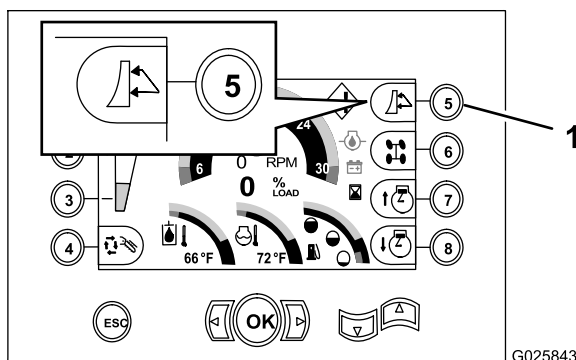

Figura 49
1. Convertite la macchina alla funzione lama livellatrice premendo il pulsante 5 sul centro di comando fino a quando non compare l'icona della lama livellatrice (Figura 49).